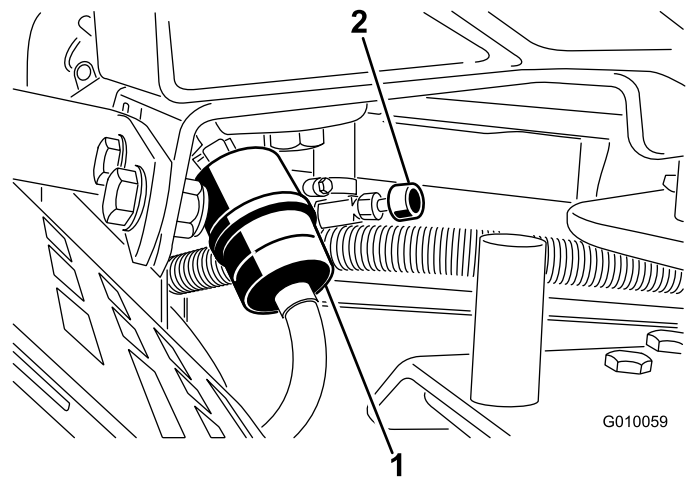

Figura 49
2. Cierre la válvula de cierre del combustible (Figura 49).
3. Apriete los extremos de las abrazaderas y deslícelas por el tubo alejándolas del filtro (Figura 49).
5. Instale un filtro nuevo y acerque las abrazaderas al filtro (Figura 49).
7. Abra la válvula de cierre del combustible (Figura 49).
3. Afloje la abrazadera cerca del filtro de combustible y deslícela por el tubo, alejándola del filtro de combustible (Figura 49).
4. Retire el tubo de combustible del filtro (Figura 49). Abra la válvula de cierre del combustible y deje fluir el combustible a una lata u otro recipiente.
5. Instale el tubo de combustible en el filtro de combustible. Acerque la abrazadera al filtro de combustible para fijar el tubo de combustible (Figura 49).